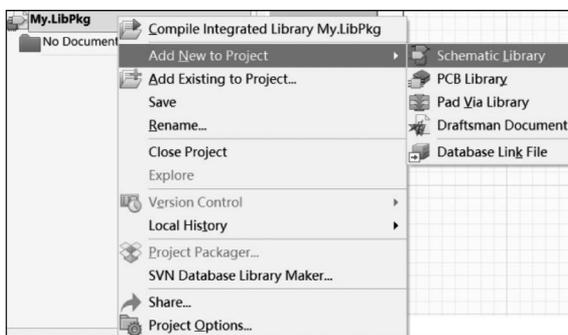

图 3-69 添加新的原理图符号库
(2) 向集成库中添加原理图库。右击该集成库名,从弹出的快捷菜单中选择 Add New to Project→Schematic Library 命令,如图 3-69 所示,弹出新建原理图库窗口,绘制原理图库见第 2 章。